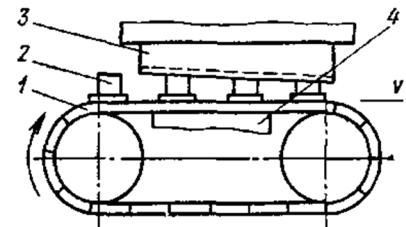

Рисунок 3 - Схема обработки заготовок на протяжном станке непрерывной обработки
**Протяжные станки непрерывной обработки** (рисунок 3) Эти станки являются станками высокой производительности. На них обрабатывают заготовки непрерывно. Заготовки 2 устанавливают в приспособлениях замкнутой цепи 1 и сообщают им главное поступательное движение со скоростью  $V$  относительно неподвижной протяжки 3. Жесткие направляющие 4 обеспечивают параллельное перемещение цепи. Размеры протягиваемых отверстий составляют 5—250 мм. Применяют также протягивание отверстий, при литье и штамповке, без предварительной обработки. Длина отверстий не превышает трех диаметров.